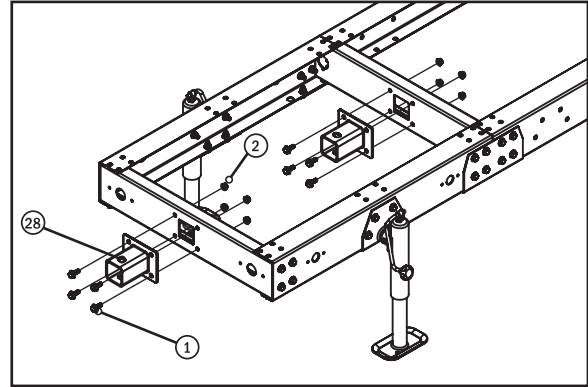

Fig. 16
Étape 21 : Assemblez les étais de la barre de remorquage à la remorque. Sur l'extrémité la plus longue de la remorque et sur la barre transversale d'extrémité (n° 3), placez l'un des étais de la barre de remorquage (n° 28) sur la barre transversale et fixez-le en place à l'aide de quatre boulons M10 x 30 mm (n° 1) et écrous (n° 2). Sur la barre transversale centrale (n° 4), juste derrière la barre transversale d'extrémité, installez le deuxième étais de la barre de remorquage comme indiqué (fig. 16), à l'aide de quatre boulons M10 x 30 mm (n° 1) et écrous (n° 2). Serrez les fixations entre 43 à 48 N-m (32 et 35 pi-lb).